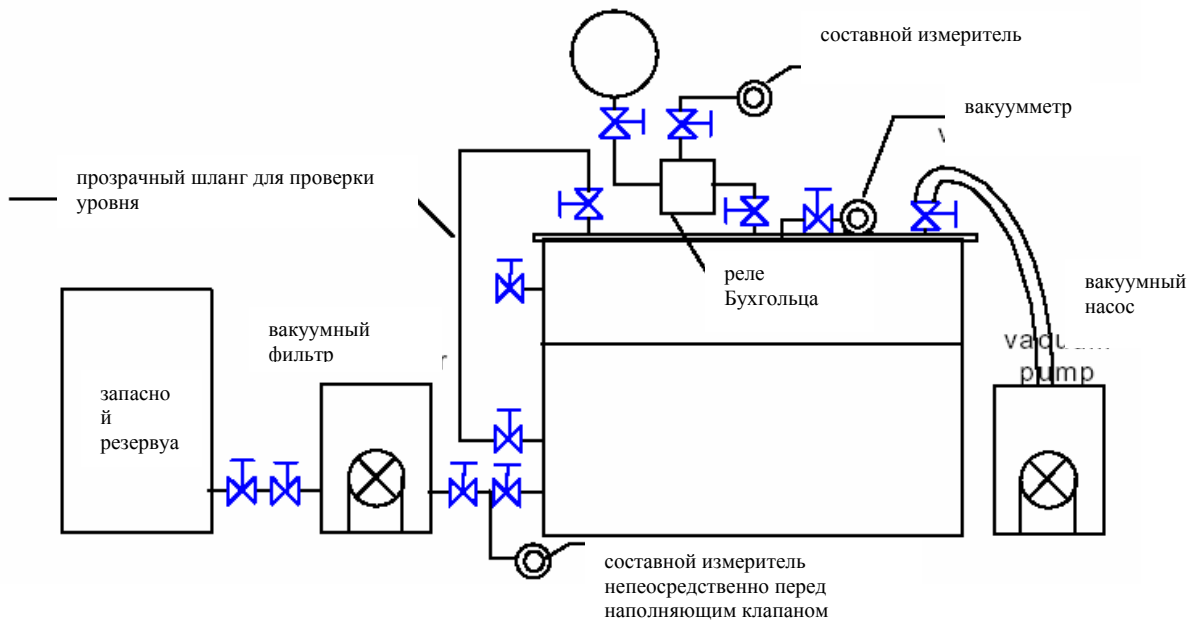

Рисунок 2 Наполнение маслом через нижний клапан фильтра
1) Пластмассовую герметическую трубку можно подключить к клапанам сверху и снизу и использовать в качестве показателя уровня масла. См. **Рисунок 2**.
C: 2002-05 стр. 7 (8.1.1); стр. 8 (рис.2)
F: 2003-06-02 стр. 2 (рис.2)